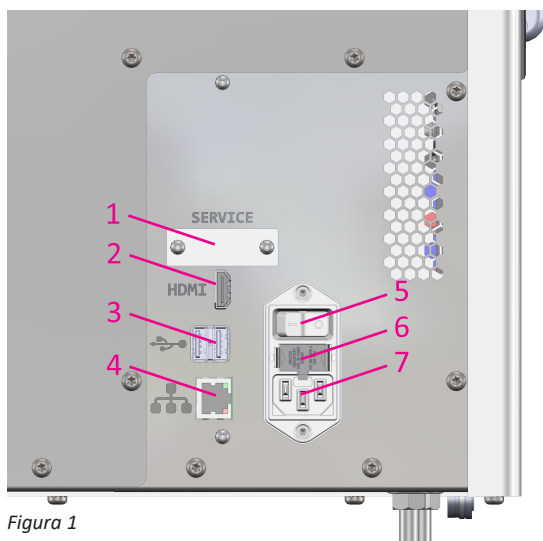
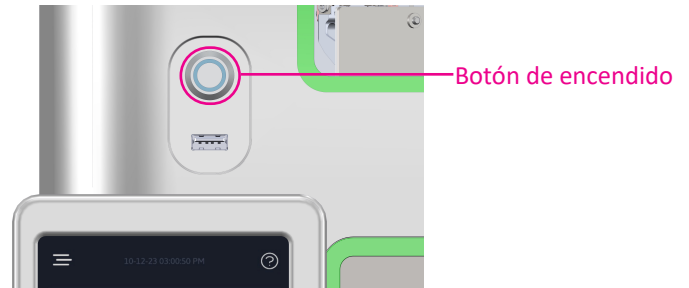

Figura 1
Figura 4
- Para encender la unidad, coloque el interruptor de encendido que hay en la parte trasera del dispositivo en la posición «ON»/ Encendido (Figura 1). Presione el botón de encendido brillante (Figura 4), que se ubica sobre la pantalla táctil en la parte delantera del dispositivo. El instrumento emitirá un pitido y el sistema operativo arrancará. El instrumento no podrá funcionar hasta que el procedimiento de arranque haya terminado, lo que puede tardar hasta 1 minuto. El dispositivo no aceptará muestras hasta que la temperatura de los componentes de medición se haya atemperado y se haya estabilizado; cuando el analizador esté listo para su uso, la pantalla táctil se lo indicará.